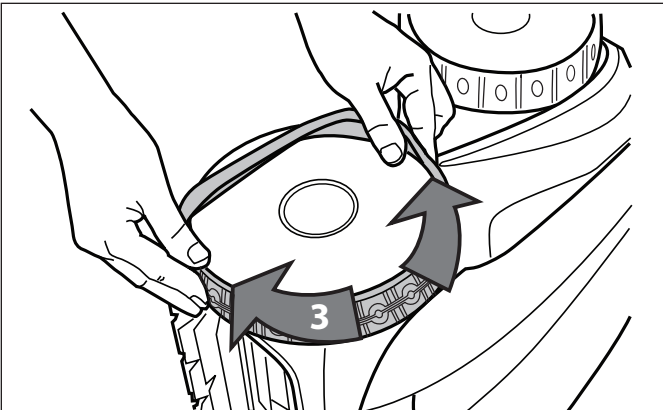

Figure 40. Étirer le pneu autour de la roue
5. Continuer à insérer le pneu dans la roue et vérifier que la nervure du pneu est placée correctement dans la rainure de la roue. Se référer à la Figure 40.